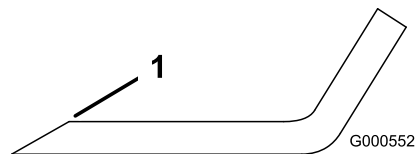

Figure 71
1. Au moyen d'une lime, aiguissez les tranchants aux deux extrémités de la lame (Figure 71).
**Remarque:** Si la lame est déséquilibrée, limez un peu l'extrémité de l'ailette seulement (Figure 71).